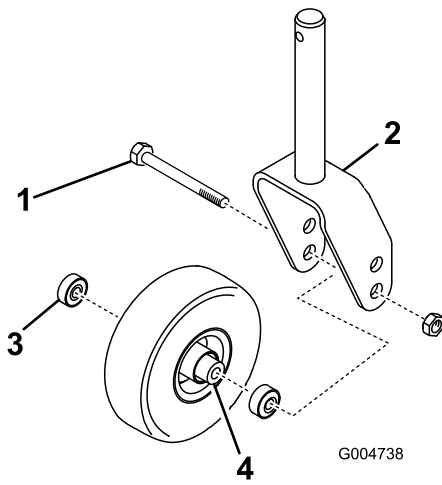

図 129
1. キャスタホイールアセンブリをキャストフォークまたはキャストピボットアーム 図 129に保持しているボルトからロックナットを外す。
2. キャスタホイールをしっかりと握り、ボルトをフォークまたはピボットアームから抜き取る 図 129。
3. ホイールのハブからベアリングを外して、ベアリングスペーサを床に落とす 図 129。
4. ホイールハブの反対側にあるベアリングを取る 図 129。